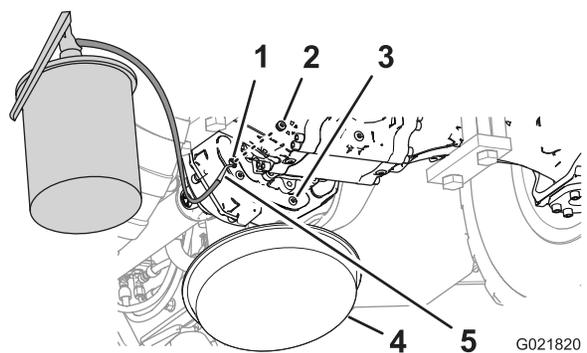

Figura 74
5. Instale um dos bujões no orifício de drenagem da transmissão (Figura 74).
6. Adicione o óleo especificado na transmissão pelo orifício de nível até o nível se alinhar com a borda inferior do orifício (Figura 74).
8. Instale o segundo bujão no orifício de nível na transmissão (Figura 74).